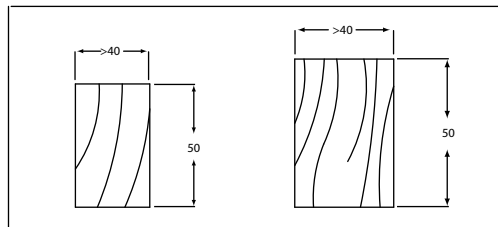

Fig. 7
**1.6.3 Esquema de fijación: el panel viene fijado a la estructura del techo (listones de madera y/o metálicos) (Ver Fig. 7 y 8).**